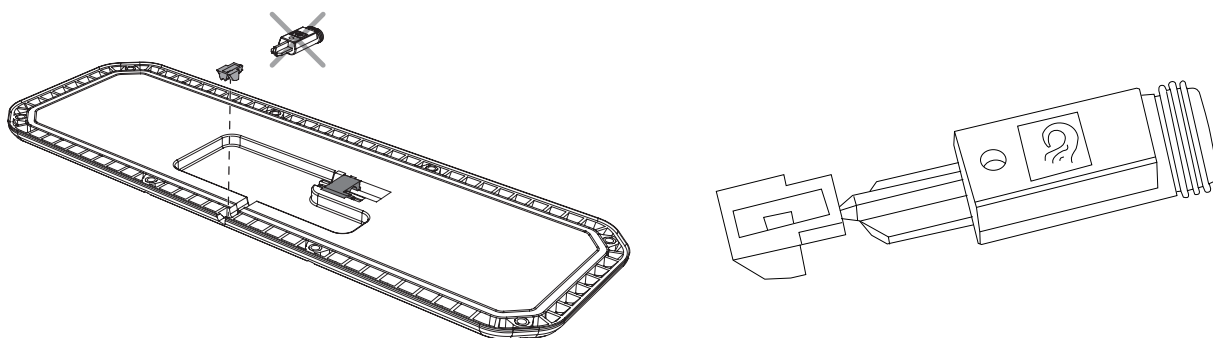

Abb. 45. Montage der Abdeckung zur Abdichtung der UCU.
4. Brechen Sie den äußeren Teil der Abdeckung vorsichtig ab. Die Montage erfolgt in der Auskerbung. Siehe Abb. 45.